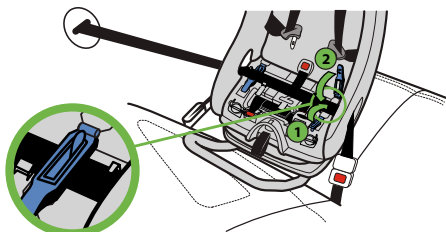

Figura 59
- Mientras mantiene apretado el cinturón del vehículo, cierre los dos broches para la posición viendo hacia atrás, como se muestra en la **figura 59**.